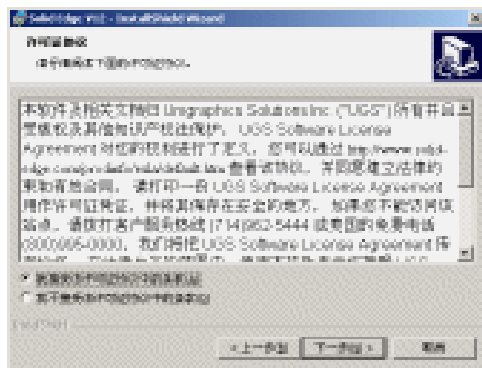

图 1-2 协议步骤
(2) 协议步骤:在图 1-2 所示对话框中,选择“接受”,并单击“下一步”按钮。